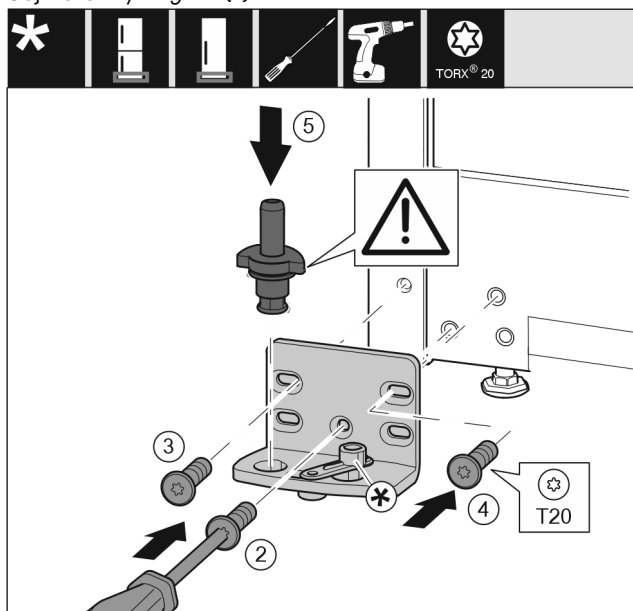

Fig. 48 \*
- ▶ Nasadte stojan ložiska na druhé straně a přišroubujte pomocí šroubováku. Začněte šroubem Fig. 48 (2) dole uprostřed.\*
- ▶ Utáhněte šroub Fig. 48 (3) a šroub Fig. 48 (4).\*
- ▶ Zcela vložte ložiskový čep Fig. 48 (5). Přitom dávejte pozor, aby zajišťovací vačka směřovala dozadu.\*